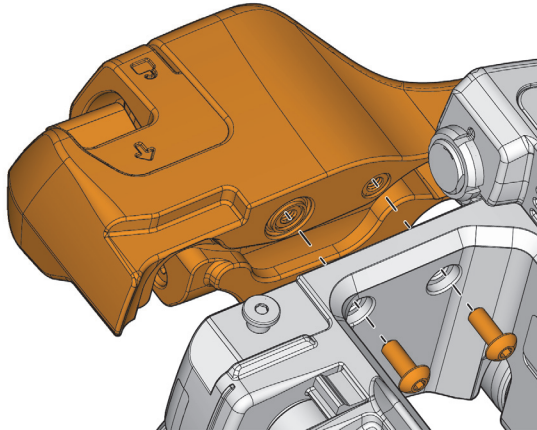

图 2-5 步进编码器的拆卸
1. 使用提供的2.5毫米六角扳手，拆下步进编码器总成的两个安装螺钉（参见第47页的图 2-5）。